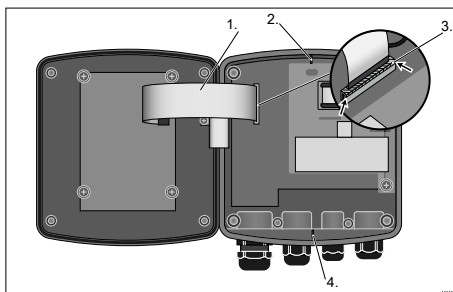

Рис. 42: Снятие плоского кабеля
Цоколь плоского кабеля припаян к плате. Цоколь нельзя снять. Для снятия плоского кабеля необходимо открыть фиксатор (3) на цоколе, см. Рис. 42